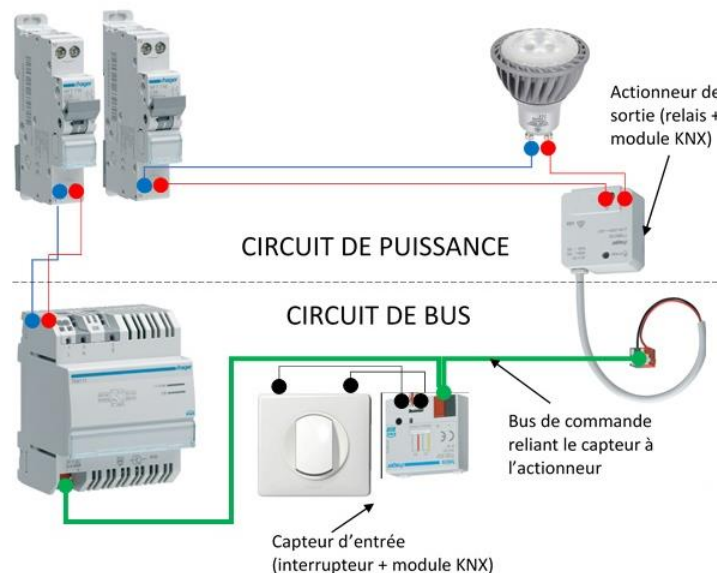

Figure 6: Schéma de câblage
d) Sur le schéma de montage des modules KNX présenté sur la **Figure 6**, compléter le câblage de la partie puissance des participants. (1pt)